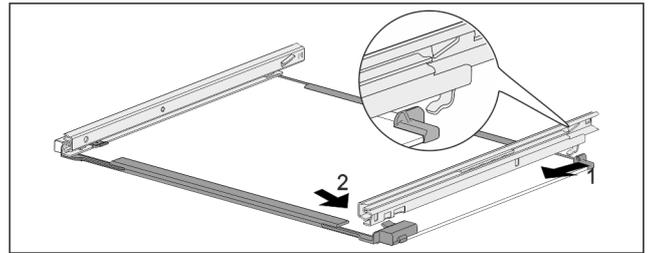

Fig. 191 Tablette en verre avec rails
- ▶ Accrocher le rail à l'arrière. Fig. 191 (1)
- ▶ Accrocher le rail à l'avant. Fig. 191 (2)